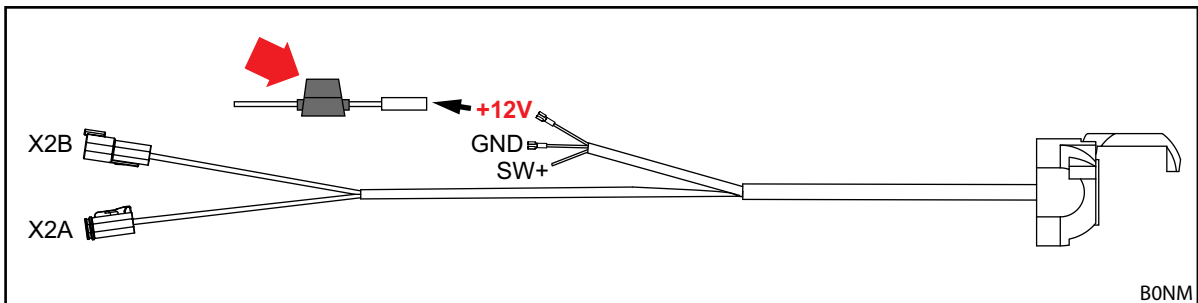

Fig. 52 STOLL-ISOBUS-kabelboom
- Zekering (ID-nr. 0484860, zie rode pijl in Fig. 52) lokaliseren en controleren: